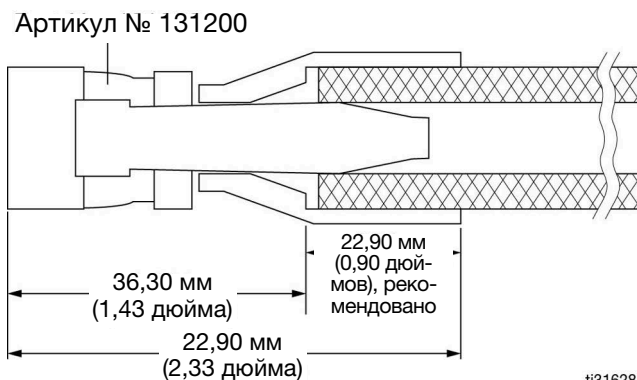

Рис. 62
После определения окончательной длины шланга для монтажа установите на необжатый конец шланга многоразовый фитинг с шарнирным соединением, арт. № 131200 (включен в комплект поставки шланга) (Рис. 62). См. инструкции по монтажу главного шланга узла в разделе **Шланг главной линии в сборе**, стр. 69.
3. Чтобы компенсировать длину втулки после установки на конце шланга, добавьте еще 36,30 мм (1,43 дюйма) к полной длине шланга (Рис. 62).